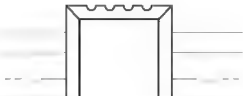

图 5.82 加粗轮廓线
(9) 启动【直线】命令绘制 45° 木板拼缝，并启动【修改】|【对象】|【多段线】命令，将木板的轮廓线加粗至 4mm，结果如图 5.82 所示。